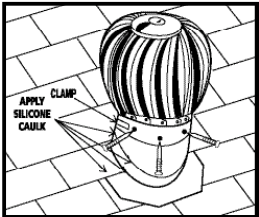

Figure 6 • Figura 6
Attach Turbine Head... Set the turbine unit firmly on the crimped base collar. Attach with three (3) sheet metal screws (included) through holes in the turbine base ring. Apply clear silicone or roofing cement between the turbine unit and stack and all around sheet metal screw heads. **Figure 6**
Important: Apply clear silicone caulk or roofing cement to exposed flashing edges and to the junction of the stack and flashing, the bead joining the upper and lower stack sections, the vertical seam in the upper and lower stack sections and all exposed nail heads.* **Figure 6**
Attachez la Tête de la Turbine... Ajustez fermement la tête sur le collet gaufré de la base. Attachez-la avec les trois (3) vis à métal (incluse) dans les trous de l'anneau de la base de la turbine. Appliquez une silicone claire ou un bitume de collage entre la turbine et la cheminée et autour des têtes de clou de la feuille de métal. **Figure 6**
Important: Appliquez un calfeutrage de silicone claire ou de bitume de collage sur les bordures exposées du solin et à la jonction de la cheminée et du solin, à la jonction réunissant les sections supérieures et inférieures, sur le joint vertical supérieur et inférieur de l'aire de la cheminée ainsi que sur toutes les têtes de clou exposées.* **Figure 6**